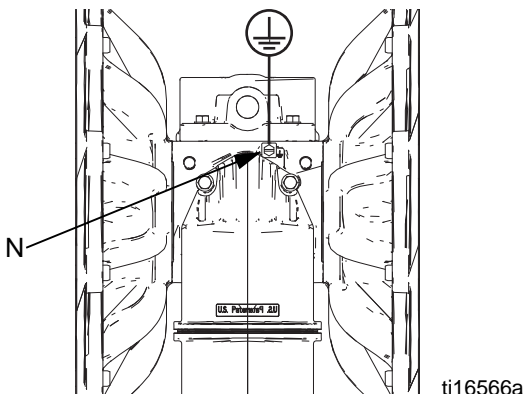

ABB. 3. Erdungsschraube und -draht
- N Erdungsschraube (nur für Aluminium und Edelstahl, siehe ABB. 3 auf Seite 10)
Pumpe: Siehe ABB. 3. Erdungsschraube (N) lösen. Ein Ende des Erdungsdrahtes mit einem Mindestdurchmesser von 12 Gauge hinter der Erdungsschraube einführen und die Schraube fest anziehen. Das Klemmenende des Erdungsdrahts mit einem effektiven Erdungsanschluss verbinden. Erdungsdraht und Klemme, Teile-Nr. 819.0157, sind erhältlich.